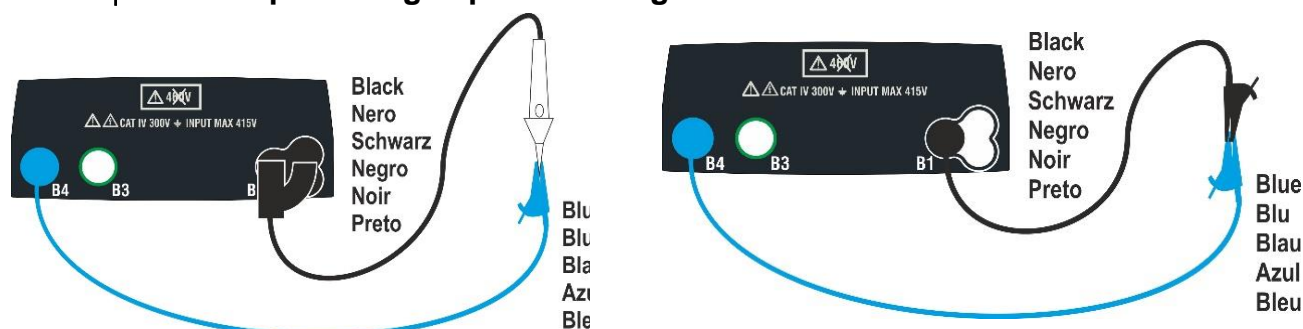

Fig. 10: Udkompensation af modstanden i prøveledning / i fjernbetjeningsproben
2. Kortslut krokodillenæb/prøveledningerne eller fjernbetjeningsproben som vist i Fig. 10.